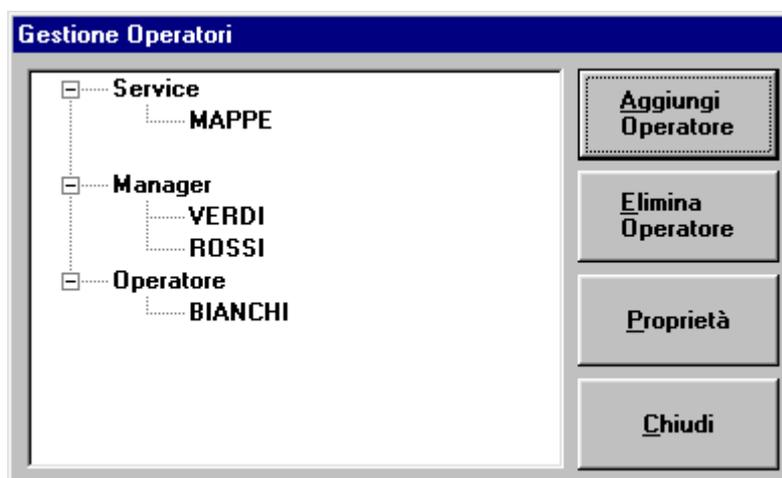

Figura 4.11 – MapsGen32: finestra Gestione Operatori
Facendo clic sul pulsante Gestione Operatori si ottiene l'apertura della finestra Gestione Operatori, che ha l'aspetto della Figura 4.11.
- 1 - fare clic sul pulsante Gestione Operatori (Figura 4.4) posto sulla barra degli strumenti di **MapsGen32**; si ottiene l'apertura della finestra Gestione Operatori (la finestra avrà l'aspetto della Figura 4.11. con il solo operatore MAPPE registrato);
- 11 - la chiusura della finestra Operatori fa passare di nuovo alla finestra Gestione Operatori (Figura 4.11): fare clic sul pulsante Chiudi di quest'ultima finestra per tornare al desktop di **MapsGen32**. Le nuove impostazioni dell'archivio operatori abilitati all'uso, saranno rese attive alla successiva esecuzione di **MapsGen32**.